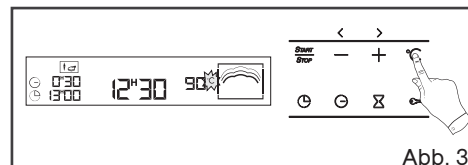

Abb. 3
• Gitter (Abb. 3)
- Auf die Taste °C drücken, das Symbol °C blinkt (Abb. 3).